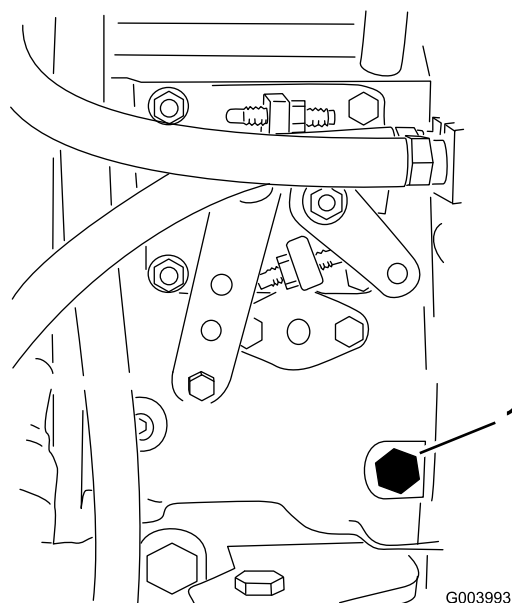

Figure 36
3. Desserrez la vis de purge sur la pompe d'injection (Figure 36) à l'aide d'une clé de 12 mm.